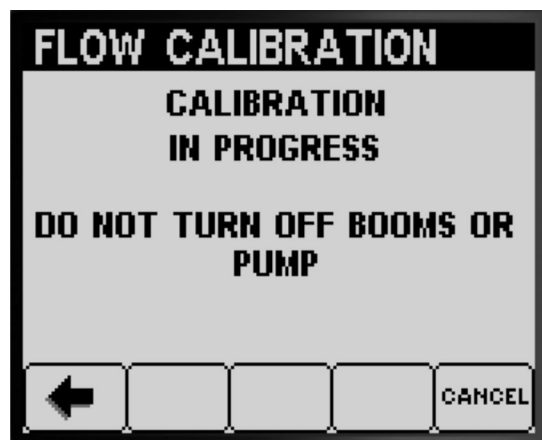

Figura 54
**Nota:** L'InfoCenter visualizza la schermata indicante che la taratura è in corso (Figura 54).